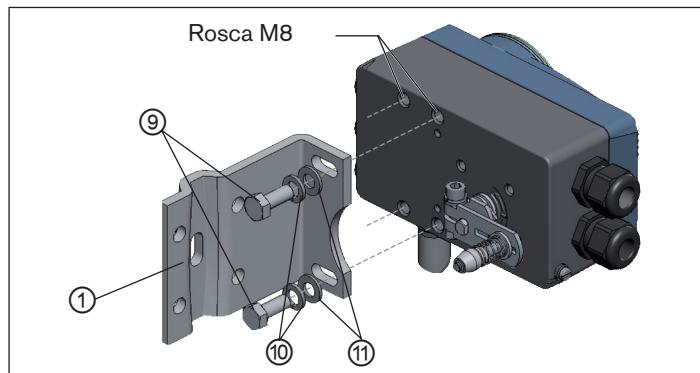

Imagen 9: Fijación de la escuadra de montaje
→ Fije la escuadra de montaje ① con los tornillos de cabeza hexagonal ⑨, la arandela elástica ⑩ y las arandelas ⑪ a la parte trasera del posicionador (ver «Imagen 9»).